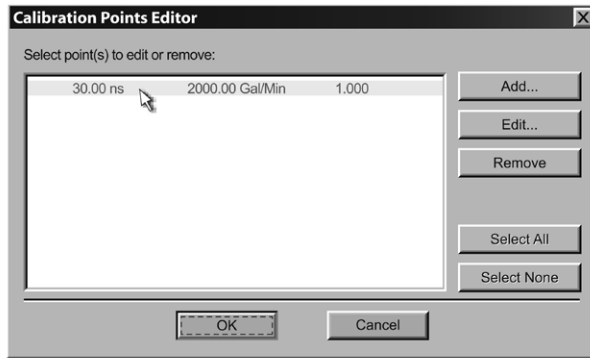

Fig. 16 - Calibration Points Editor - Editor dei punti di taratura
- 5) Se il punto di taratura è visualizzato nella schermata Calibration Points Editor, registrare l'informazione, evidenziare e fare clic su Rimuovi (vedi Fig.16).